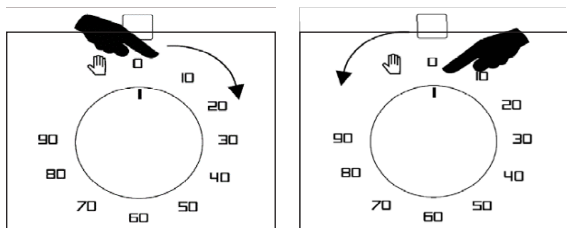

Рисунок 10
- Таймер можно установить на время до 90 минут, повернув ручку механизма отсчета времени по часовой стрелке (см. рис. 10).
Система кондиционирования воздуха оснащена вентилятором охлаждения, который предотвращает перегрев внешней поверхности духового шкафа и повреждение окружающих его предметов. Этот вентилятор создает поток воздуха, который обеспечивает отвод тепла от передних решеток (вентиляция). В то же время он создает воздушную завесу между панелью управления и крышкой, и предотвращает перегрев двух этих деталей и верхних компонентов. Циркуляция воздуха, создаваемая вентилятором охлаждения, предотвращает конденсацию на электрических и механических компонентах, возникающую из-за тепла и влажности, и обеспечивает их безопасность и продолжительный срок службы (см. рис. 10).